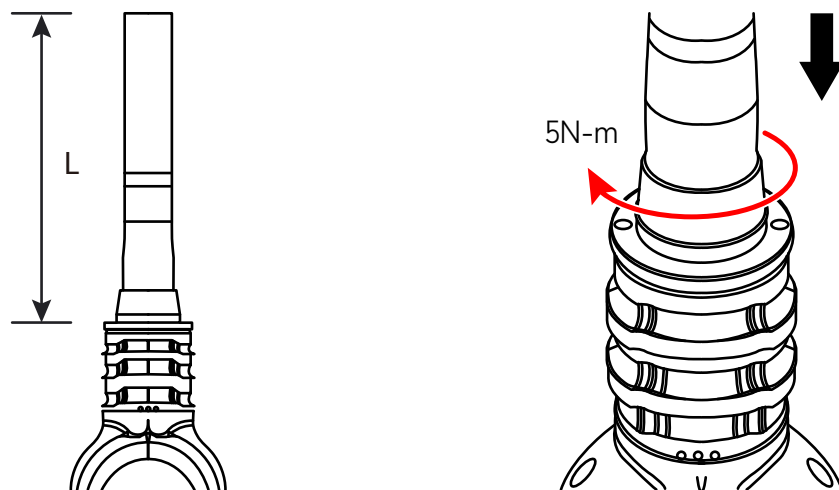

Abbildung A-3
4. Wie in Abbildung A-3 dargestellt, ziehen Sie den Federsatz im Uhrzeigersinn fest und prüfen Sie, dass L das erforderliche Maß erfüllt (bei 260 muss das Maß von 260 bestätigt werden). Stellen Sie sicher, dass das Drehmoment nach Fertigstellung 5 Nm beträgt.